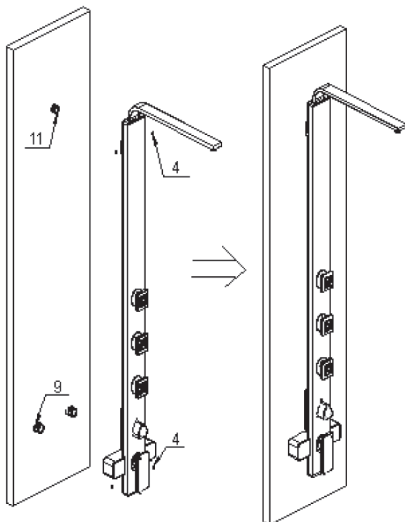

Рис. 9
6. Установка душевой стойки на стену: соедините выходы смесителя с металлическими переходниками (9) на выходах воды системы водоснабжения, навесьте корпус душевой стойки (3) на настенное крепление (11), и плотно прижмите ее к стене, а затем прикрутите ее винтами (4) (рис.9).
7. Установите держатель ручного душа (7) в удобном для вас месте аналогично установке крепления к стене